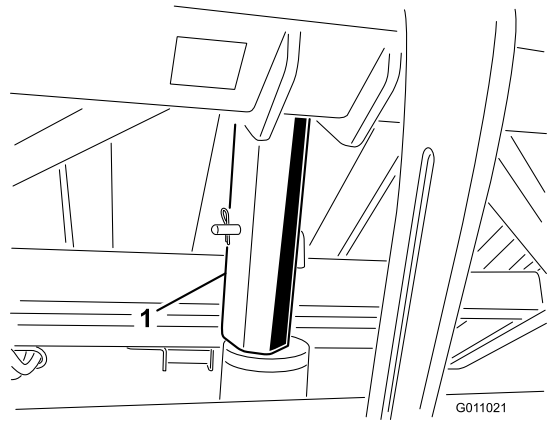

Bild 24
3. Setzen Sie die Sicherheitsstütze des Füllkastens auf die Zylinderstange auf, stellen Sie sicher, dass das Ende der Stütze an der Zylindertrommel und dem Zylinderstangenende anliegt (Bild 24). Befestigen Sie die Sicherheitsstütze des Füllkastens mit dem Splint und dem Stift an der Zylinderstange.